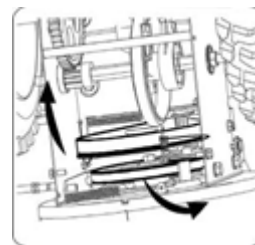

Bild 24
- Ta bort stödfästets fjäder från ramen. Se bild 24.